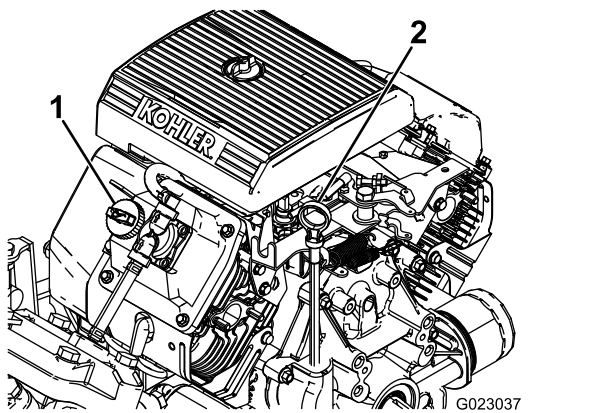

Figura 11
2. Retire la varilla y límpiela con un paño limpio (Figura 11).
4. Si el nivel de aceite es bajo, retire el tapón de llenado de la cubierta de la válvula (Figura 11) Y AÑADA ACEITE POR EL ORIFICIO HASTA QUE EL NIVEL LLEGUE A LA MARCA LLENO DE LA VARILLA; EL TIPO Y LA VISCOSIDAD CORRECTOS FIGURAN EN LA SECCIÓN . Mantenimiento del aceite de